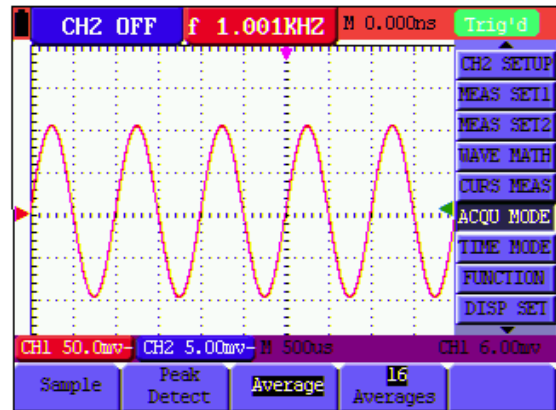

Рисунок 14. Режим усреднения осциллограмм
3. Нажмите кнопку **F3**, чтобы выбрать опцию «Average», затем нажмите кнопку **F4**, чтобы выбрать опцию «16 Averages». При этом усреднение будет производиться по выборке размером 16, а результат усреднения будет выведен на экран, как показано на рисунке. (см. рисунок 14)